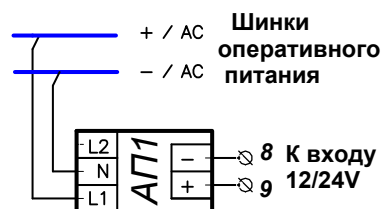

Рис. 7 Схема питания блока БУАВР от изолированного источника оперативного питания
5.6. При питании блока БУАВР от источника оперативного питания 110/220В переменного (выпрямленного) или постоянного тока, не допускающего соединения с нейтралью, рекомендуется использование адаптера питания АП1 который необходимо подклю-чить к входу 12/24В блока БУАВР, рис. 7.